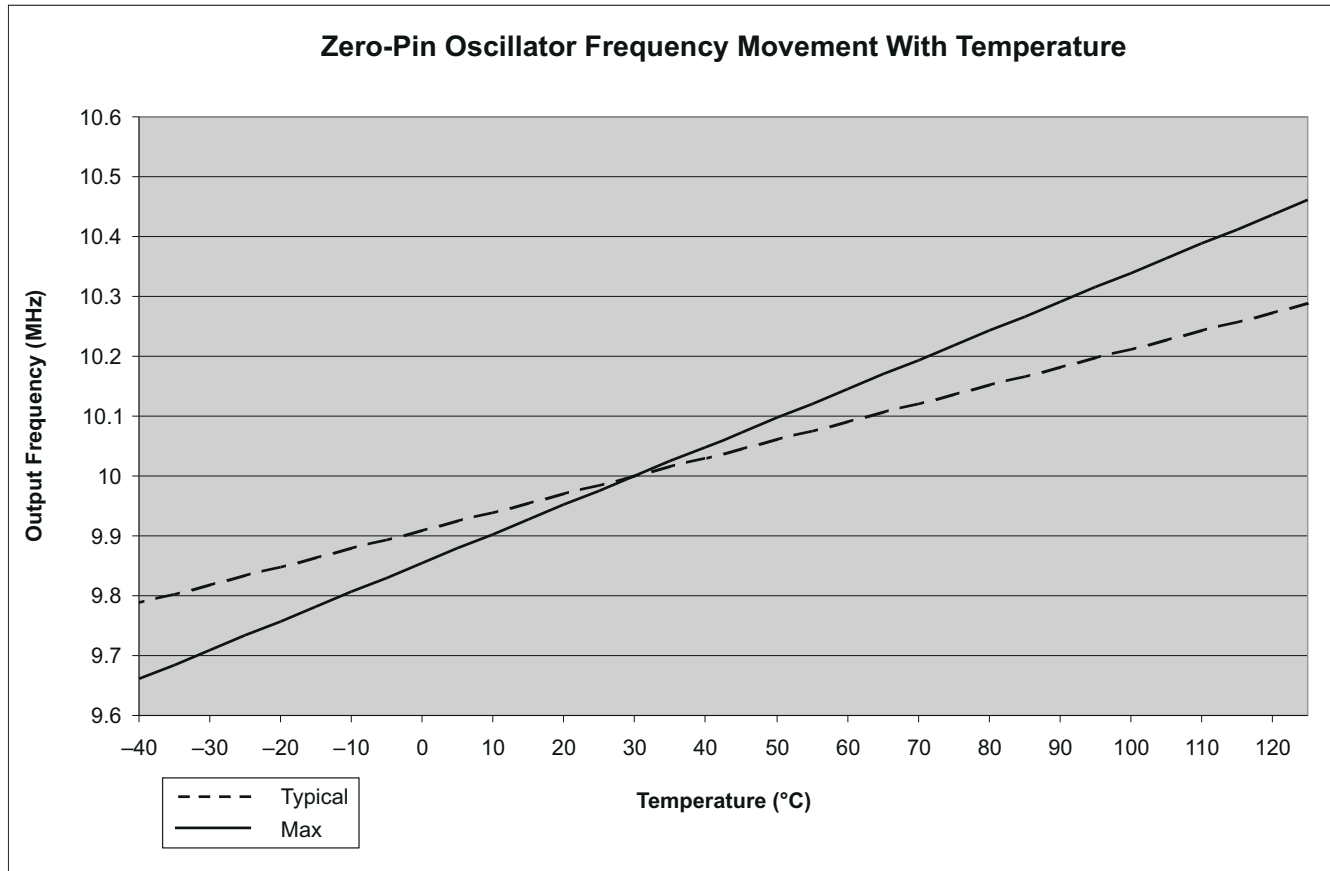

图 7-9. 随温度变化而变化的零引脚振荡器频率
- (1) 振荡器频率将随温度变化, 请参阅图 7-9。要补偿振荡器温度漂移, 请参阅 振荡器补偿指南 和 C2000Ware。
(2) 只有当 VREG 被启用时, 才能确保频率范围, VREGENZ=VSS。
(3) 内部振荡器的输出频率由温度梯度和电压 (VDD) 梯度确定。例如: